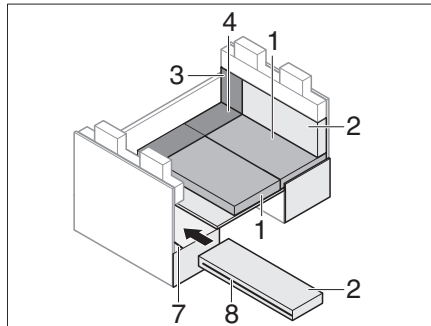

Fig. 182 Pendant la transformation
- Ouvrir la fermeture éclair (Fig. 182,8) du coussin de dossier.
- Glisser la fente du coussin de dossier sur la traverse ISOFIX (Fig. 182,7).